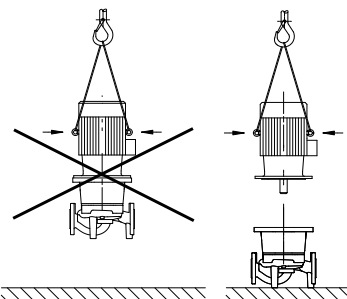

Рис. 4: Транспортировка двигателя
- Проушины для транспортировки на двигателе служат только для транспортировки двигателя, транспортировка всего насоса с их помощью недопустима (рис. 4).